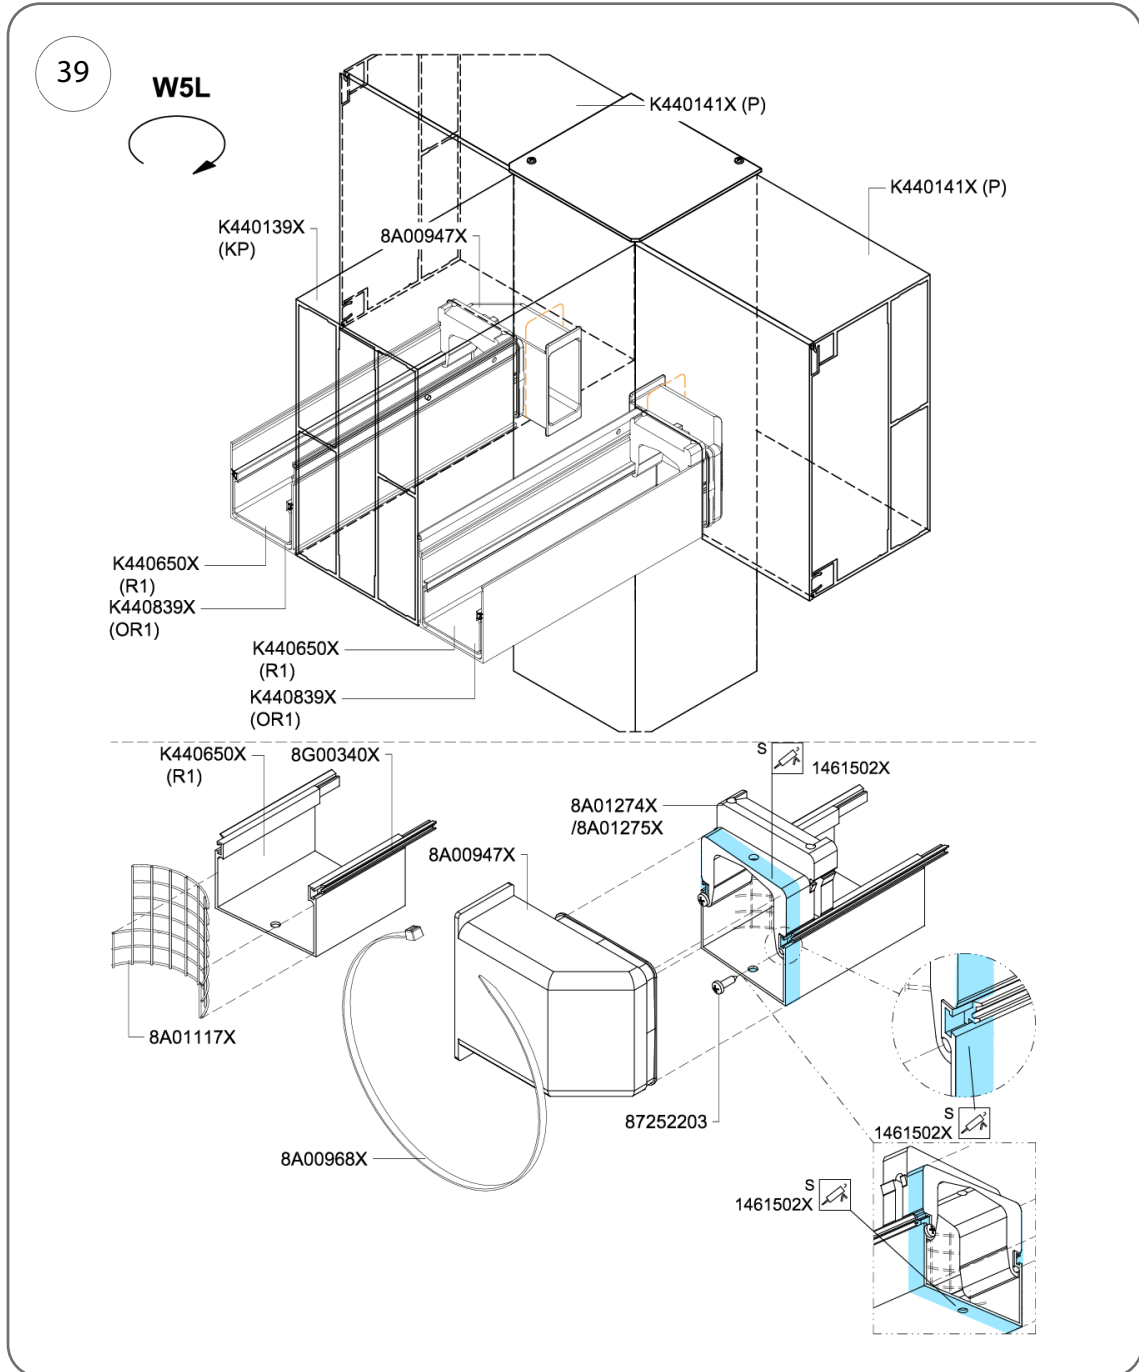

Рис. 39
2. Закріпіть замикаючі елементи, щоб запобігти їх зміщенню, вставивши 2 гвинти, 3,5 x 13 мм (кат. № 87252203) – рис. 39.
3. Нанесіть шар клею та герметика (кат. № 1461502X) по всьому периметру жолоба та замикаючого елемента, як показано на рис. 39.
2. Вставте вал ламелі під кутом у втулку 8A01084X (рис. 39).